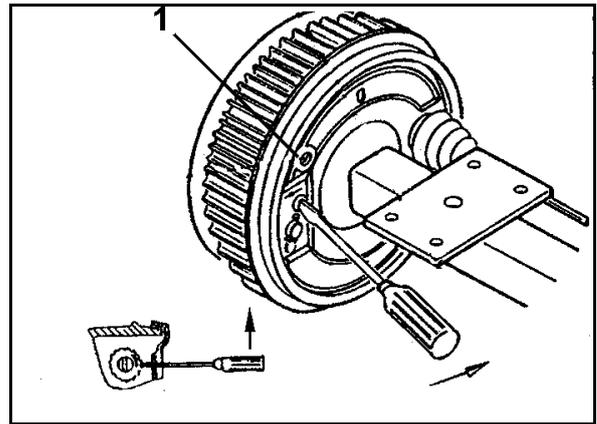

Fig. 89
- Orificio de comprobación (Fig. 89/1)